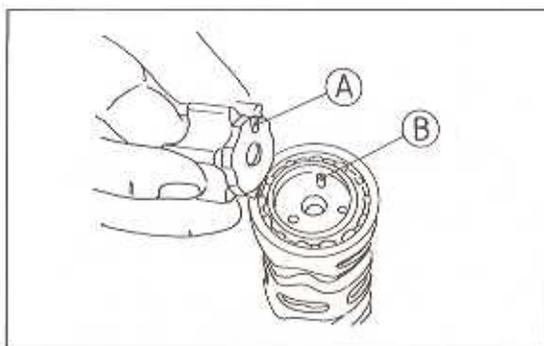

Bild 205
- Die Scheibe aufsetzen und die Schraube mit Loctite Schraubensicherung «mittel» einsetzen und festziehen (Bild 205).